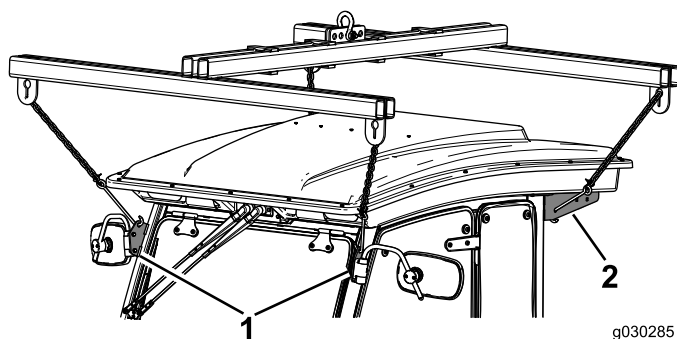

Figura 21
2. Ligue o guincho da cabina aos 4 pontos de elevação na unidade da cabina (Figura 21).